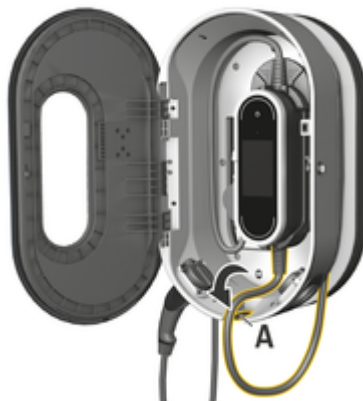

Fig. 239 Hekte på betjeningsenheten
3. Trekk kjøretøykabelen gjennom åpningen A (Fig. 239) og vikle den overskytende ledningslengden rundt Charge Dock.